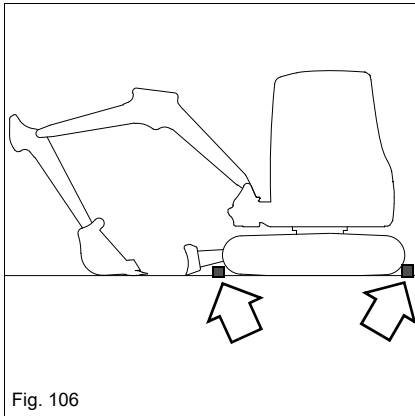

Fig. 106
9. Placer des protections adéquates contre les chenilles (p. ex. des cales, des blocs) comme indiqué dans *Fig. 106*.